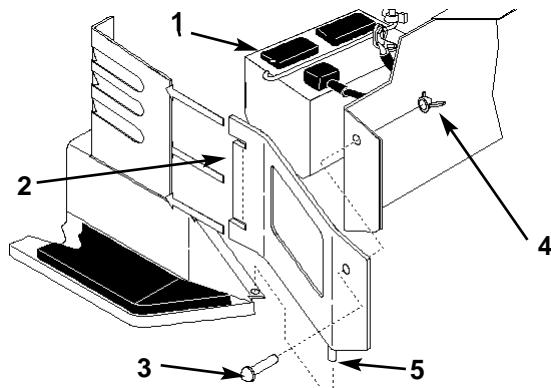

Bild 37
3. Zum Entfernen der Batterie, die Seitenwände abnehmen (Bild 37). Die Flügelmuttern und Schrauben entfernen und anheben, bis sie frei vom Stehbolzen sind, dann die Wandlaschen aus dem Lenkgehäuse herauschieben.
7. Die Batterie in das Chassis einführen (Bild 37).
11. Die Seitenwände durch Einschieben der Wandlaschen in das Lenkgehäuse und Einführen des Stifts in den Flansch des Fußbretts montieren. Mit Schrauben und Flügelmuttern absichern (Bild 37).